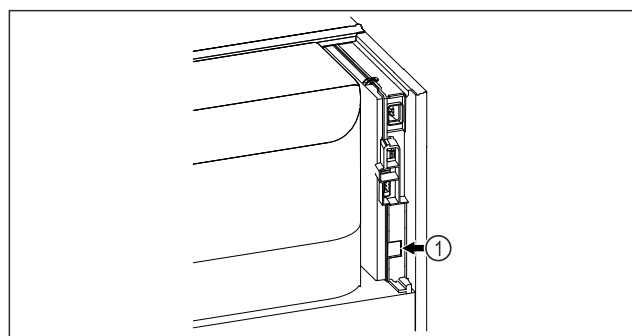

Fig. 99
- ☐ Se utiliza SmartModule Fig. 99 (1).